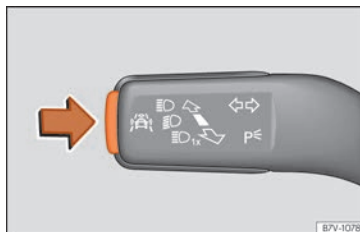

Fig. 83 En la palanca de intermitentes y de luz de carretera: tecla para los sistemas de asistencia al conductor.
- Pulse brevemente la tecla »» fig. 83 para abrir el menú **Asistentes**.